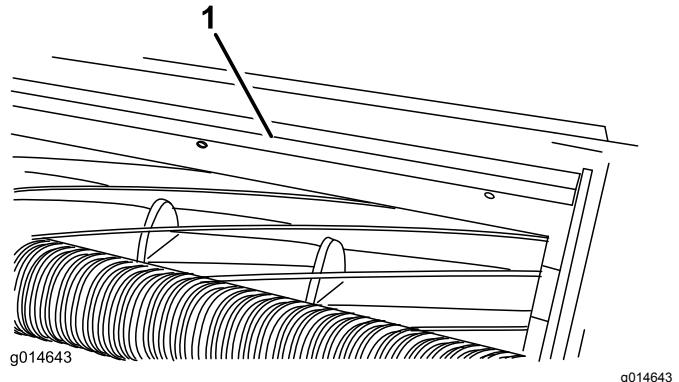

Рисунок 19
- Ослабьте винты крепления верхней планки (Рисунок 19) к режущему блоку.